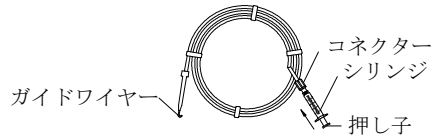

図1
2. ケースのコネクターに生理食塩液等を入れたシリンジを接続して、ケース内をフラッシュし、ガイドワイヤーの表面を十分に濡れた状態にする(図1参照)。